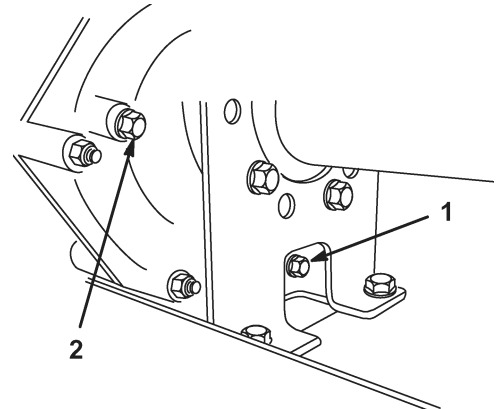

Figure 31
2. Enlevez le bouchon de vidange du côté droit du réservoir (Fig. 31) et laissez s'écouler l'huile dans un bac de vidange. Revissez le bouchon de vidange en place lorsque toute l'huile s'est écoulée.
3. Versez environ 1,4 l d'huile moteur SAE 10W30 dans le réservoir (Fig. 31) ou faites l'appoint jusqu'à ce que le niveau atteigne le bas du trou d'indication de niveau (Fig. 31).